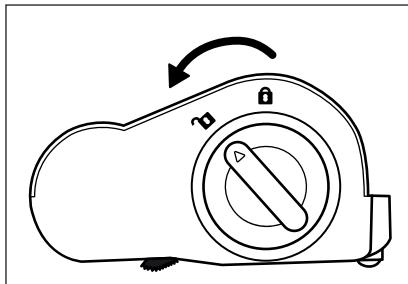

Fig. 26
- Nettoyez régulièrement le rouleau brosse ⑩ afin de garantir un fonctionnement conforme de l'appareil et d'éviter les pannes.
- 1) Retirez la brosse de sol ⑪ du tube d'aspiration ⑫ ou de l'appareil (voir chapitre **Démontage de l'appareil**).
- 2) Déverrouillez le rouleau brosse ⑩ en faisant tourner le dispositif de déverrouillage du rouleau brosse ⑯ vers le symbole ⚡ (ouvrir) (voir fig. 26).